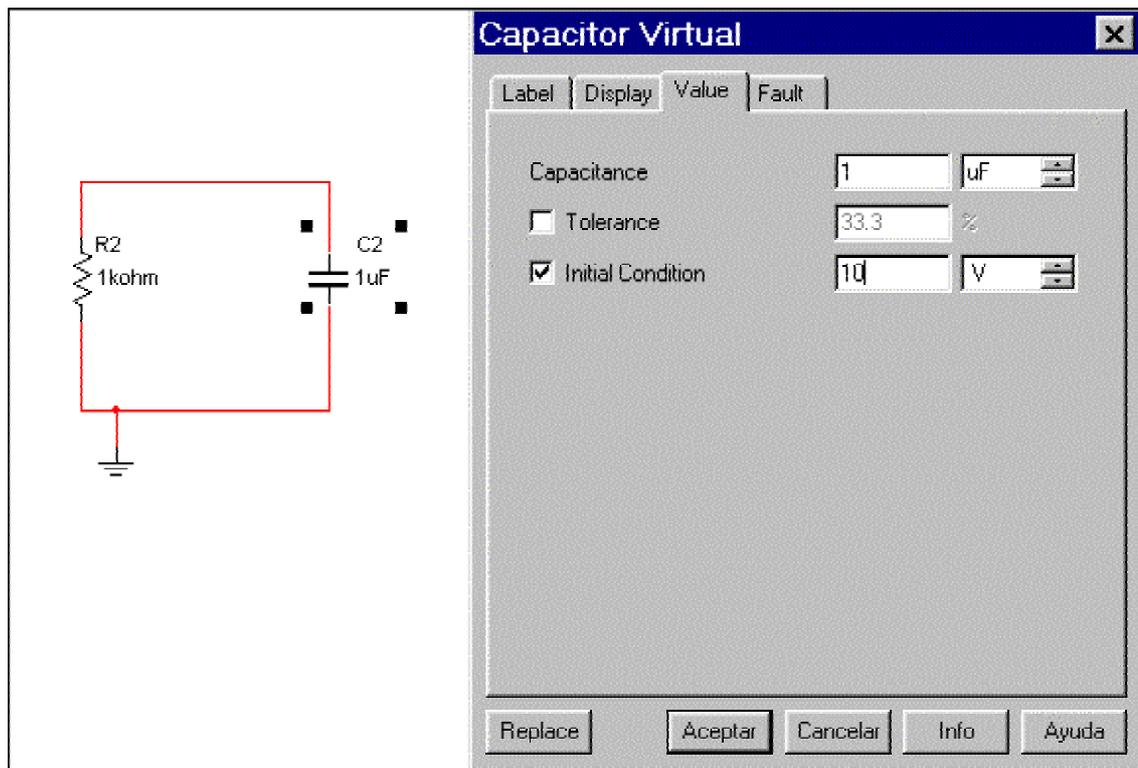

Fig. 16 Circuito de descarga de un condensador
- Una vez montado el circuito de la Fig. 16 hay que activar la condición inicial del condensador. Este valor es la tensión que queremos que tenga el condensador en el momento de iniciar la descarga.